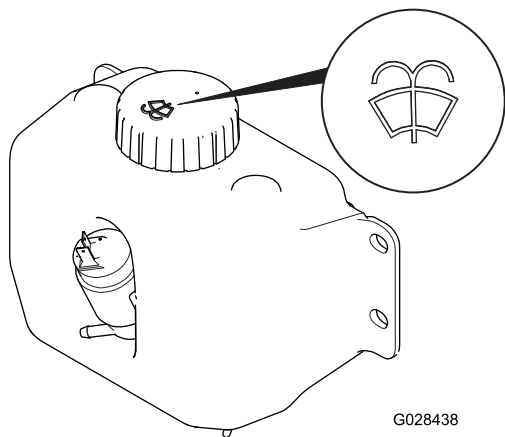

Figura 54
2. Abra o capot e localize o depósito de líquido de lavagem (Figura 54).